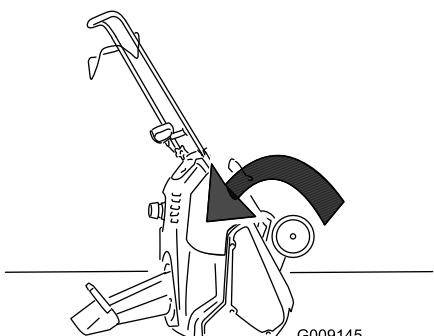

Рисунок 32
- Наклоните снегоочиститель вперед для облегчения установки насадки глушителя (Рисунок 32).